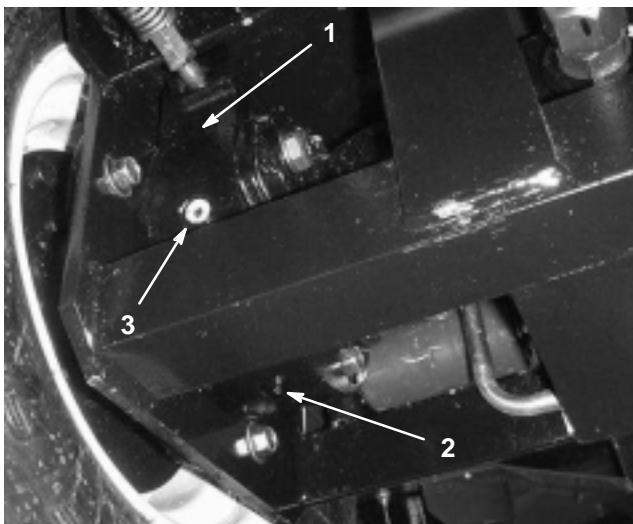

Figure 67
1. Placez la machine sur une surface plane et horizontale et tournez la roue de sorte que le bouchon de contrôle/vidange se trouve à la position la plus basse (Fig. 67).